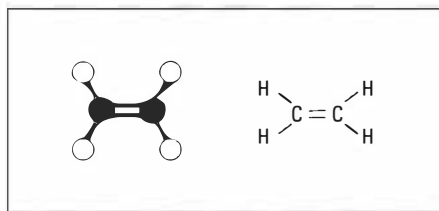

Abbildung 14.7: Ethen
Ethen ($H_2C=CH_2$ oder $CH_2=CH_2$) und *Propen* ($CH_3CH=CH_2$) sind die ersten beiden Mitglieder der Alkenfamilie. Sie werden oft auch mit ihren umgangssprachlichen Namen, Ethylen und Propylen, bezeichnet. Ethylen und Propylen sind zwei der wichtigsten Produkte der amerikanischen chemischen Industrie. Ethylen wird bei der Herstellung von *Polyethylen* (PE), einem der vielseitigsten Kunststoffe, sowie bei der Herstellung von *Ethylenglykol* verwendet, das als Hauptbestandteil von Frostschutzmitteln eingesetzt wird. Propylen wird zur Herstellung von *Isopropylalkohol* (Franzbranntwein und Reinigungsalkohol) und einigen Kunststoffen verwendet. Abbildung 14.7 zeigt einige Darstellungsweisen der Summenformel von Ethen (Ethylen).